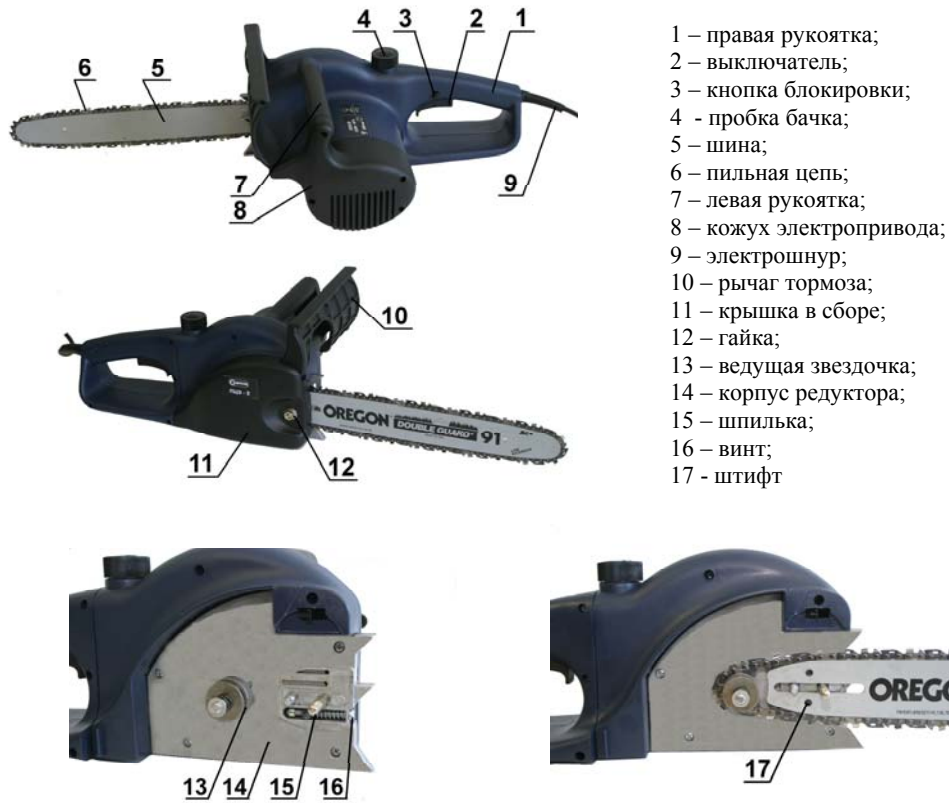

Рис. 1 Общий вид пилы
4. Общий вид пилы показан на рис. 1.